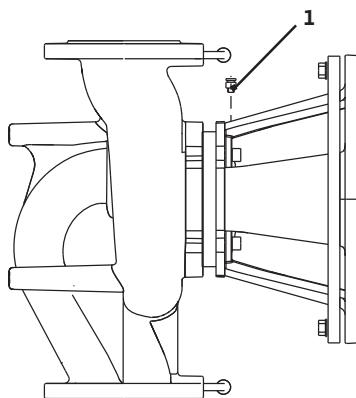

Fig. 40: Ventilationsventil
- Udluft pumperne ved at løsne udluftningsventilerne (Fig. 40, pos. 1). Tørløb ødelægger pumpens akseltætning. Differenstryktransmitteren må ikke udluftes (fare for ødelæggelse).